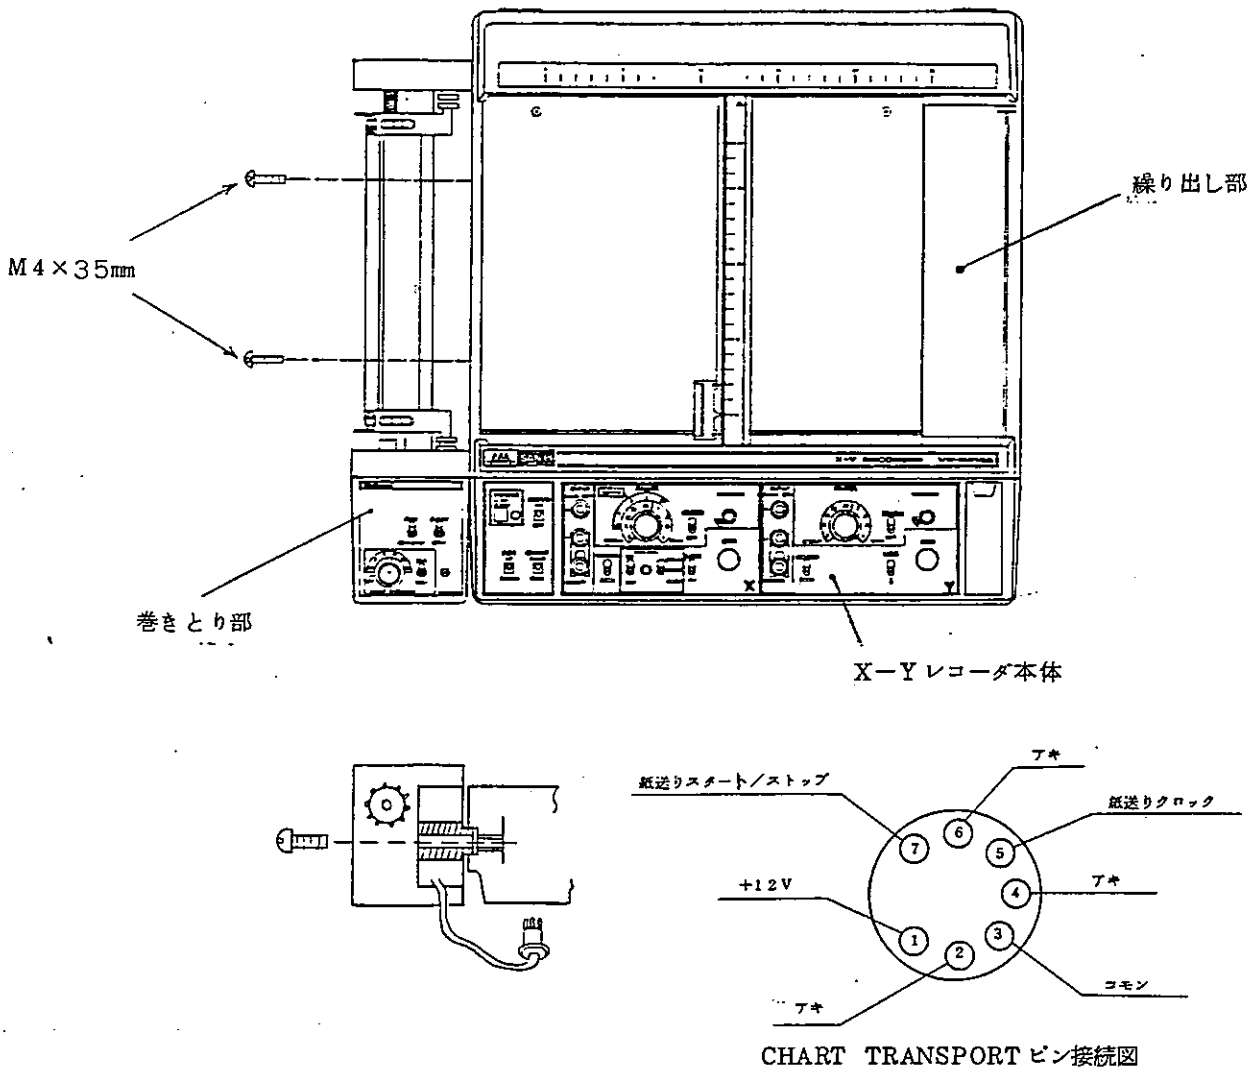

図1. 巻きとり部の取り付け方法
- ① 巻きとり部は本体左側面の2ヶ所の段付長穴部へ巻きとり装置の凸部をはめ込むように取付けます。
- ② M4×35mm のネジ2本により図1のように取り付けます。
- ③ 巻きとり部のコネクタを本体の底にある「CHART TRANSPORT」の穴にさし込みます。